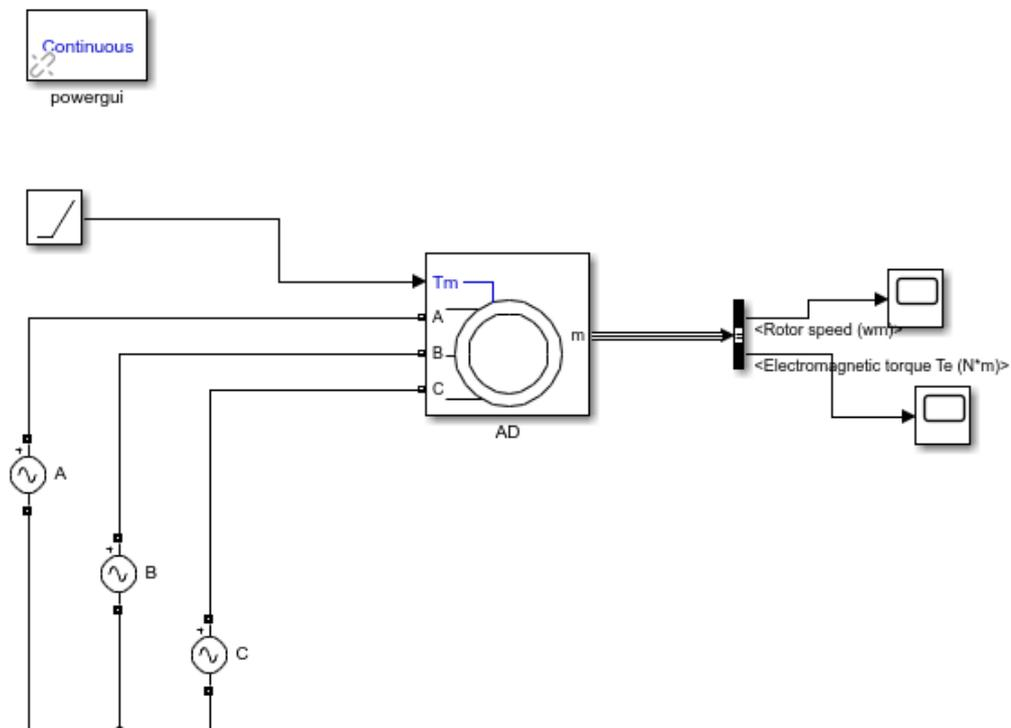

Рис. 3.1. Схема экспериментальной установки
3.2.3. Проверить работоспособность двигателя, запустив его и сняв кривые переходного процесса при номинальных параметрах сетевого напряжения (220 В, 50 Гц). Схема экспериментальной установки приведена на рис. 3.1.